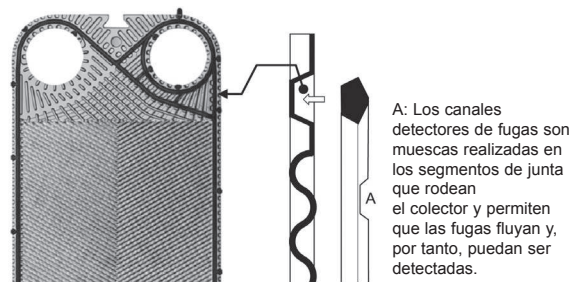
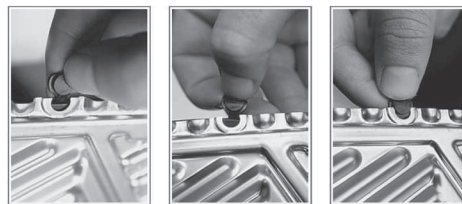

Fig. 6
Fig. 7
- Fije las juntas a las placas (Fig. 6), preste atención a que los canales detectores de fugas de fluido, para recoger las fugas de fluido "A", estén orientadas hacia arriba, procurando colocar correctamente los Plug-In en sus ubicaciones (Fig. 7). Compruebe que la junta esté correctamente colocada en la ranura y gire la placa para comprobar que todos los Plug-In® estén